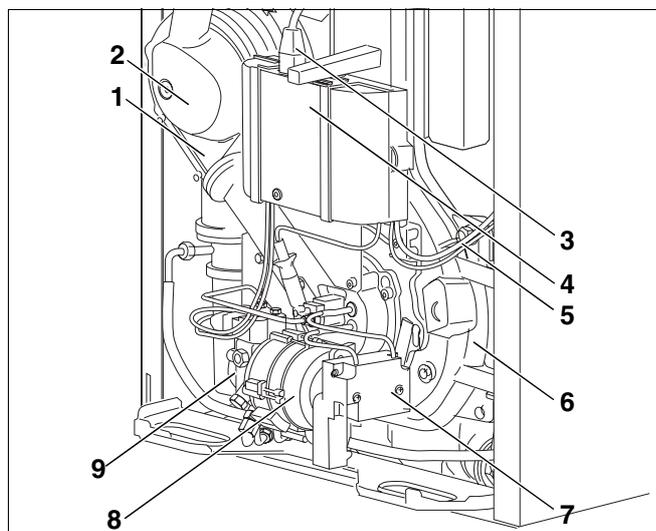
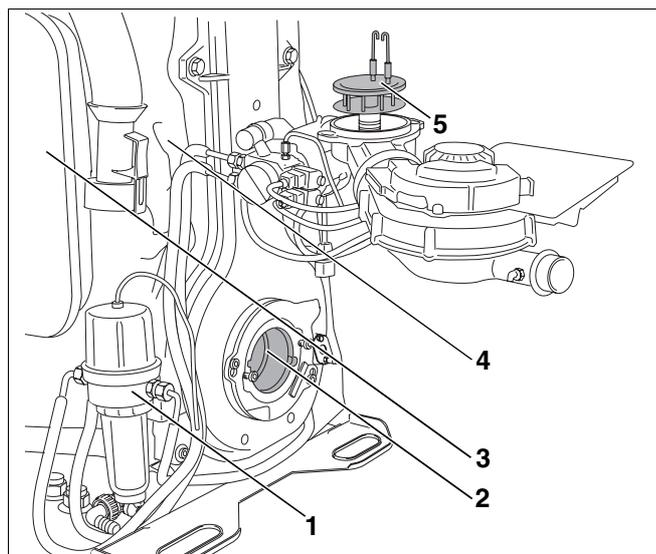

Fig. 3 Componenti principali - Bruciatore a gasolio
Fig. 4 Bruciatore in posizione di servizio
- Blocco caldaia in ghisa grigia con isolamento termico (fig. 4, **pos. 4**, pagina 11) e bruciatore a gasolio (fig. 3, pagina 11) Il blocco caldaia trasmette all'acqua di riscaldamento il calore prodotto dal bruciatore a gasolio.
Vaso d'espansione (fig. 4, **pos. 3**, pagina 11).
- Ventilatore del bruciatore (fig. 3, **pos. 1**)
- Collegamento dell'aria comburente (fig. 3, **pos. 2**)
- Motore della pompa del gasolio (fig. 3, **pos. 8**)
- Pompa del gasolio a due stadi, con valvola magnetica e tubi flessibili per l'allacciamento del gasolio (fig. 3, **pos. 9**).
- Automatismo digitale di combustione SAFe 30 (fig. 3, **pos. 4**).
- Spina di rete per alimentazione elettrica del dispositivo SAFe 30 (fig. 3, **pos. 3**)
- Linea BUS per collegare l'apparecchio di regolazione Logamatic MC10 e il dispositivo SAFe 30 e i cavi della sonda alla sonda di mandata caldaia e di temperatura gas combusti (fig. 3, **pos. 5**).
- Trasformatore d'accensione (fig. 3, **pos. 7**)
- Filtro del gasolio con disaeratore (fig. 4, **pos. 1**)
- Boccaglio (fig. 4, **pos. 2**)
- Vaso d'espansione (fig. 4, **pos. 3**)
- Isolamento termico (fig. 4, **pos. 4**)
- Sistema di miscelazione (fig. 4, **pos. 5**)